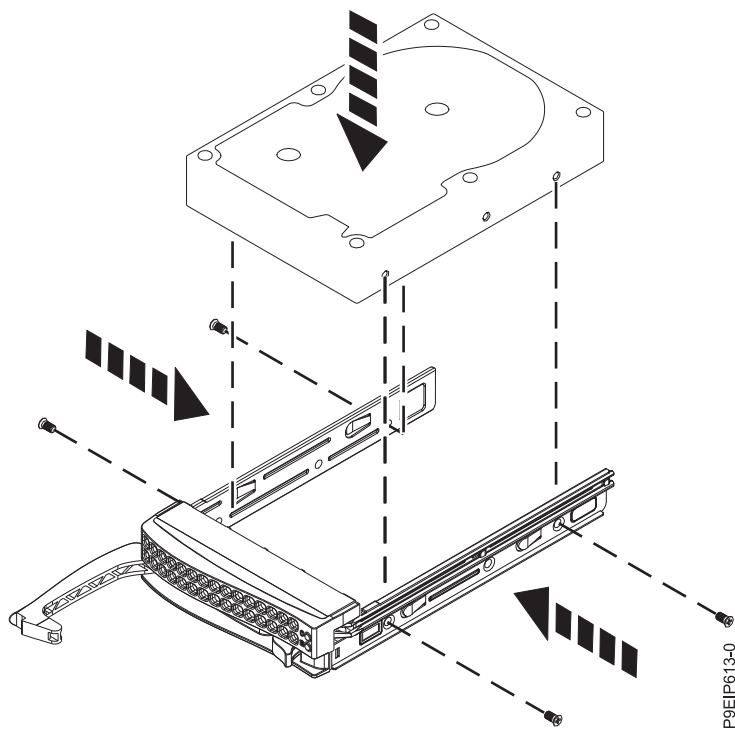

Figura 12. Montando a unidade de 3,5 polegadas na bandeja
- Uma unidade de 3,5 polegadas preenche a bandeja, conforme mostrado na Figura 12 na página 13. Prenda a unidade às laterais da bandeja com quatro parafusos (dois parafusos de cada lado).